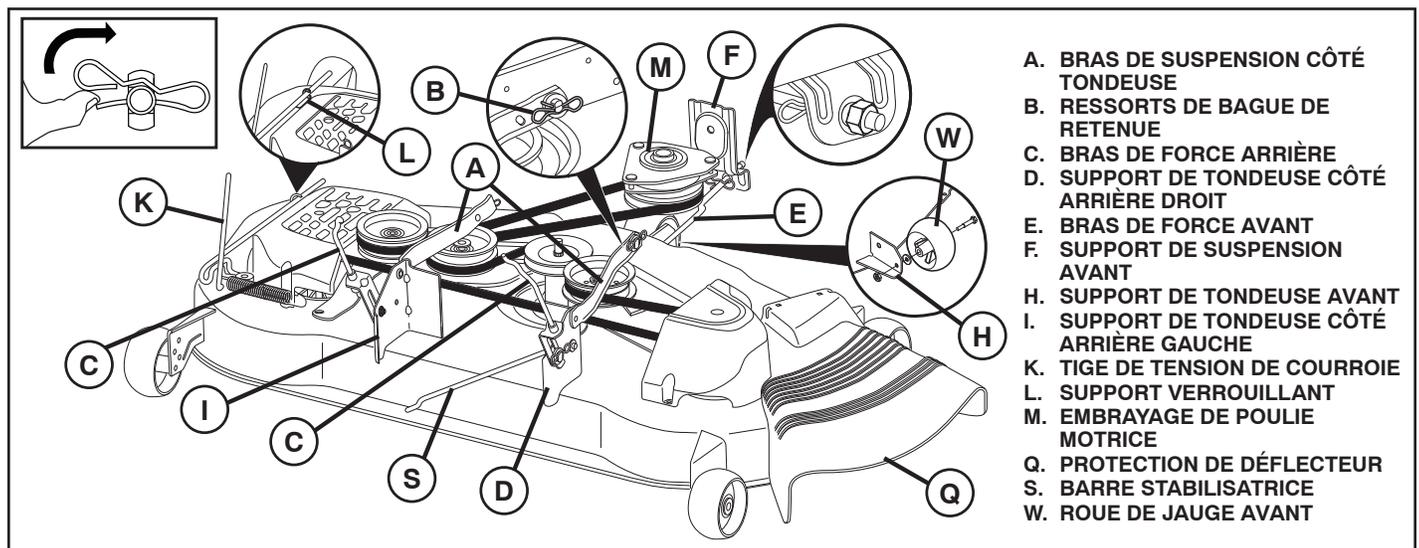

Fig. 7
## 9. INSTALLER LA COURROIE SUR L'EMBRAYAGE DE POULIE MOTRICE (M) (Voir la Fig. 7 et 15)
- Désengager la tige de tension de courroie (K) du support verrouillant (L).
- Installer la courroie sur l'embrayage de poulie motrice (M).